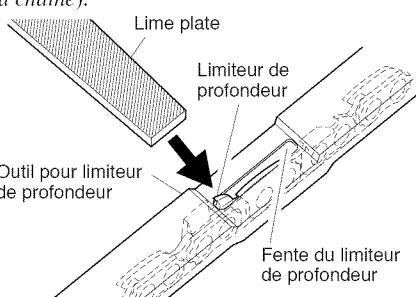

Figure 25 - Position de l'outil pour limiteur de profondeur sur la chaîne
1. Placer l'outil pour limiteur de profondeur fermement par-dessus 2 taillants. S'assurer que le limiteur de profondeur entre dans la fente de l'outil. (Voir la Figure 25.)